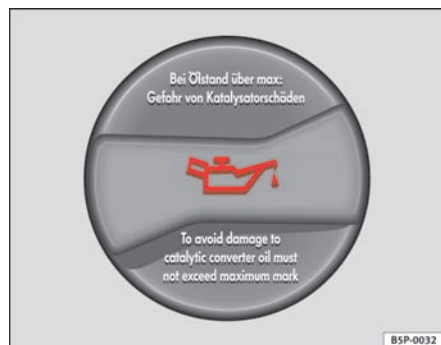

Fig. 166 I motorrummet: oliepåfyldningsdæksel
- Skru dækslet af påfyldningsåbningen ⇒ fig. 166.